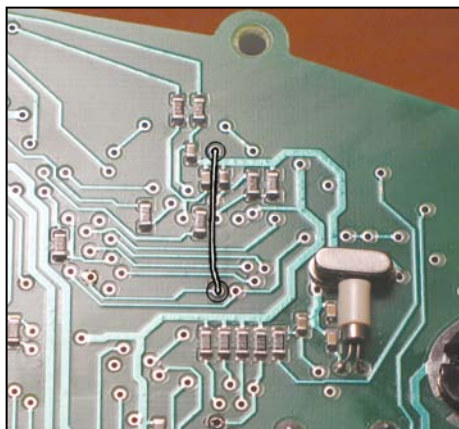

Рисунок 22. Место для установки перемычки
- 2 Припаяйте перемычку между контактами печатной платы (рисунок 22).